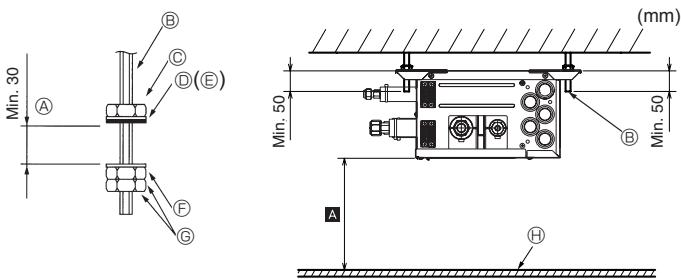

Fig. 6-1
- (2) Befestigen Sie Unterlegscheiben und Muttern (1,2, zusätzlich zu erwerben) an den Tragbolzen. (Fig. 6-1)
- (3) Hängen Sie das Gerät an die Tragbolzen.
- (4) Ziehen Sie die Muttern vollständig fest (Abstand zur Decke prüfen).
- (5) Benutzen Sie eine Wasserwaage, um den Verteilerkasten waagerecht anzu bringen.